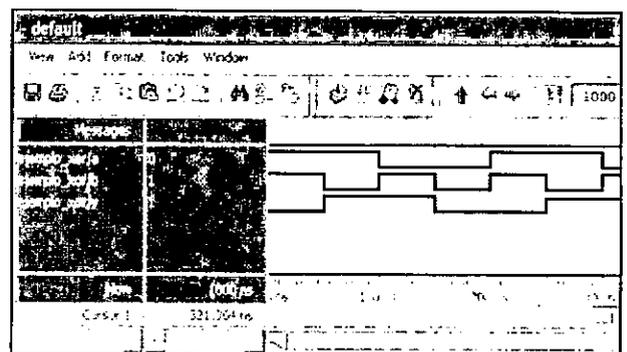

Fig. 30. Resultados de la simulación.
9. Hacer clic sobre la línea de tiempo y arrastrar el mouse para poder observar los valores de las señales de entrada y la respuesta del diseño lógico, tal como se muestra en la Fig. 30.